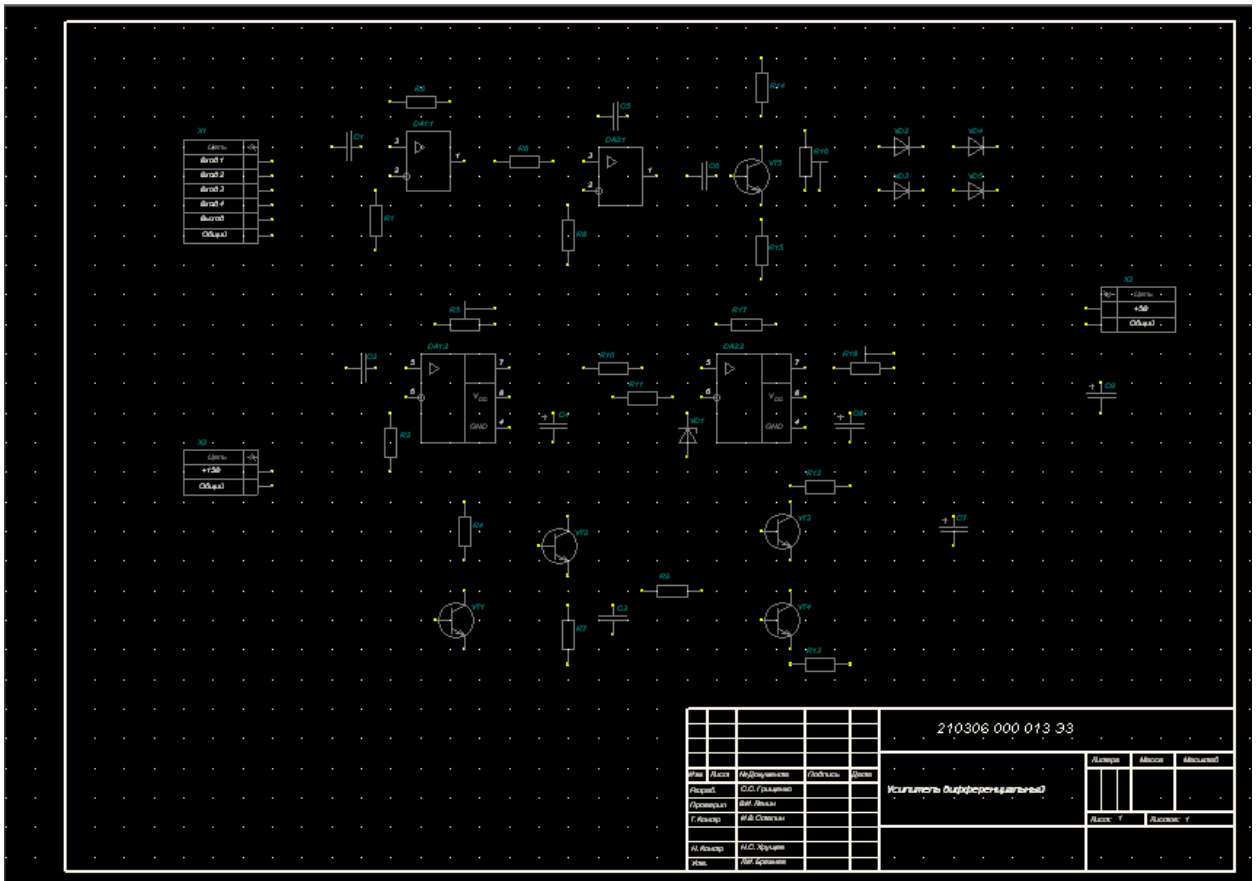

Рис. 19 Размещенные на принципиальной схеме компоненты (Grid=10mm)
- 8.20 В результате выполнения лабораторной работы необходимо разместить все компоненты в соответствии с индивидуальным заданием (рис. 19).